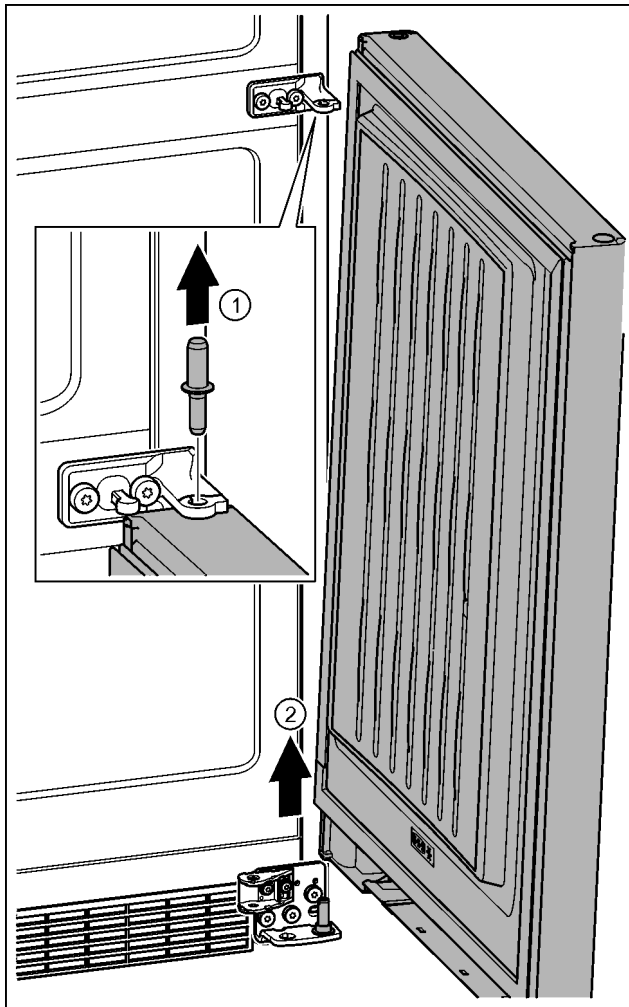

Fig. 24
- ▶ Bolzen nach oben herausziehen. Fig. 24 (1)
- ▶ Tür herausschwenken, nach oben ziehen und beiseite stellen. Fig. 24 (2)